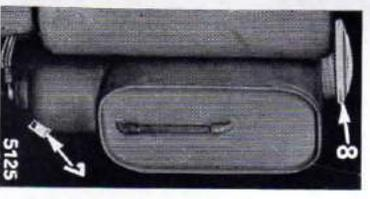

Fig. 31
Lorsque le filtre est logé dans le réservoir à combustible, évacuer tout d'abord les boues en ouvrant le bouchon de purge (7) des figures 31 et 32).